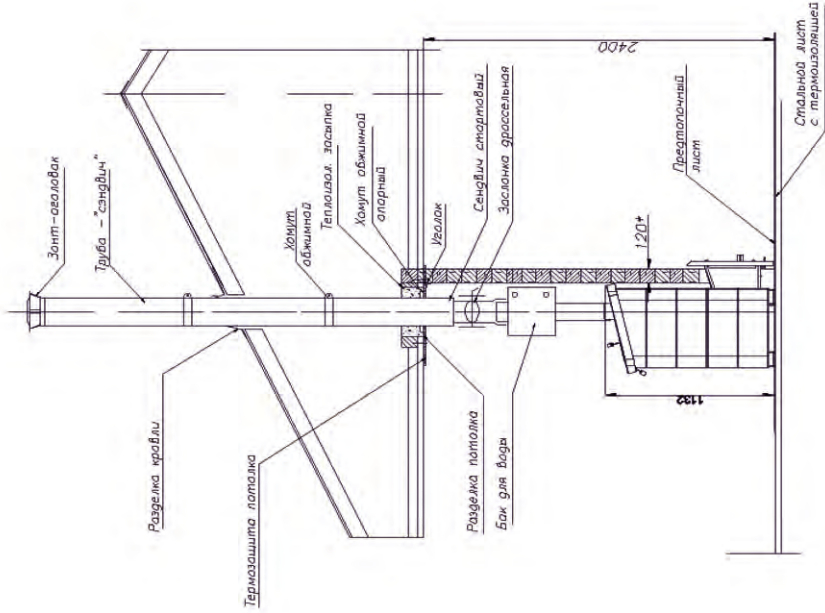

Рис.6 Схема установки теплогенерирующего аппарата «Суарушка-С»
7.3. В соответствии с п.6.11. и 6.12. и определенной осью дымового канала, установить в разрезе потолка потолочную разделку (см. рис. 6).
соединение со следующим элементом не оказалось в разрезе потолочной разделки (см. рис.6). С целью снижения осевых нагрузок, как на дымовой канал, так и на топочный агрегат, на «стартовый сэндвич-элемент» в разделке потолка установить опорный обжимной хомут (см.рис. 6).
с помощью проходного фланца «мастер флеш», гарантирующего как пожарную безопасность кровли, так и ее гидроизоляцию в месте прохождения дымового канала (см. рис.6). Предварительно в кровле, в соответствии с расположением оси дымового канала, необходимо сделать отверстие, гарантирующее расположение всех возгораемых элементов кровли от наружной поверхности «сэндвич-элемента» не менее 130 мм. В зависимости от типа примененного кровельного материала выполнить работы по его сопряжению с установленной разделкой кровли.
7.11. На внутренней стороне кровли в зоне прохождения дымового канала установить чердачный лист (см.рис.6).
или дефлектор (рис. 6).